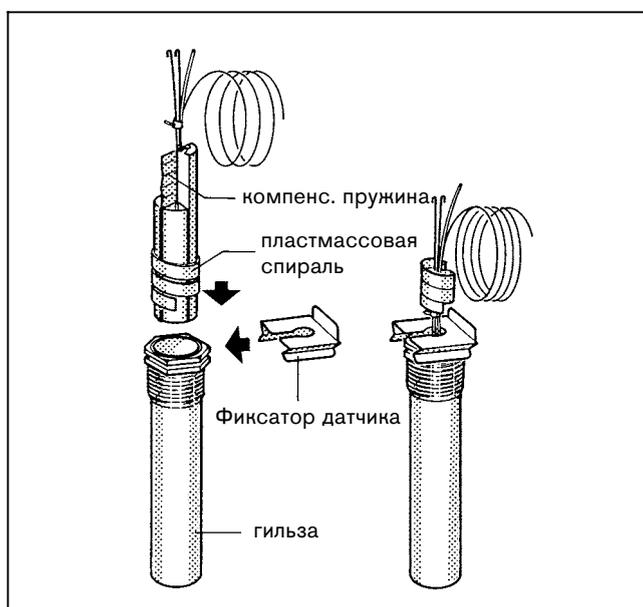

Рис. 10 – Принципиальный чертеж
- Пластмассовая спираль, удерживающая датчики, отводится, при вставке автоматически назад (рис. 10).
Чтобы обеспечить контакт между гильзой и поверхностями датчиков и, таким образом, правильную теплопередачу, между датчиками необходимо вставить компенсационную пружину (рис. 10).
- Надеть сбоку или сверху головки гильзы фиксатор датчика (рис. 10).